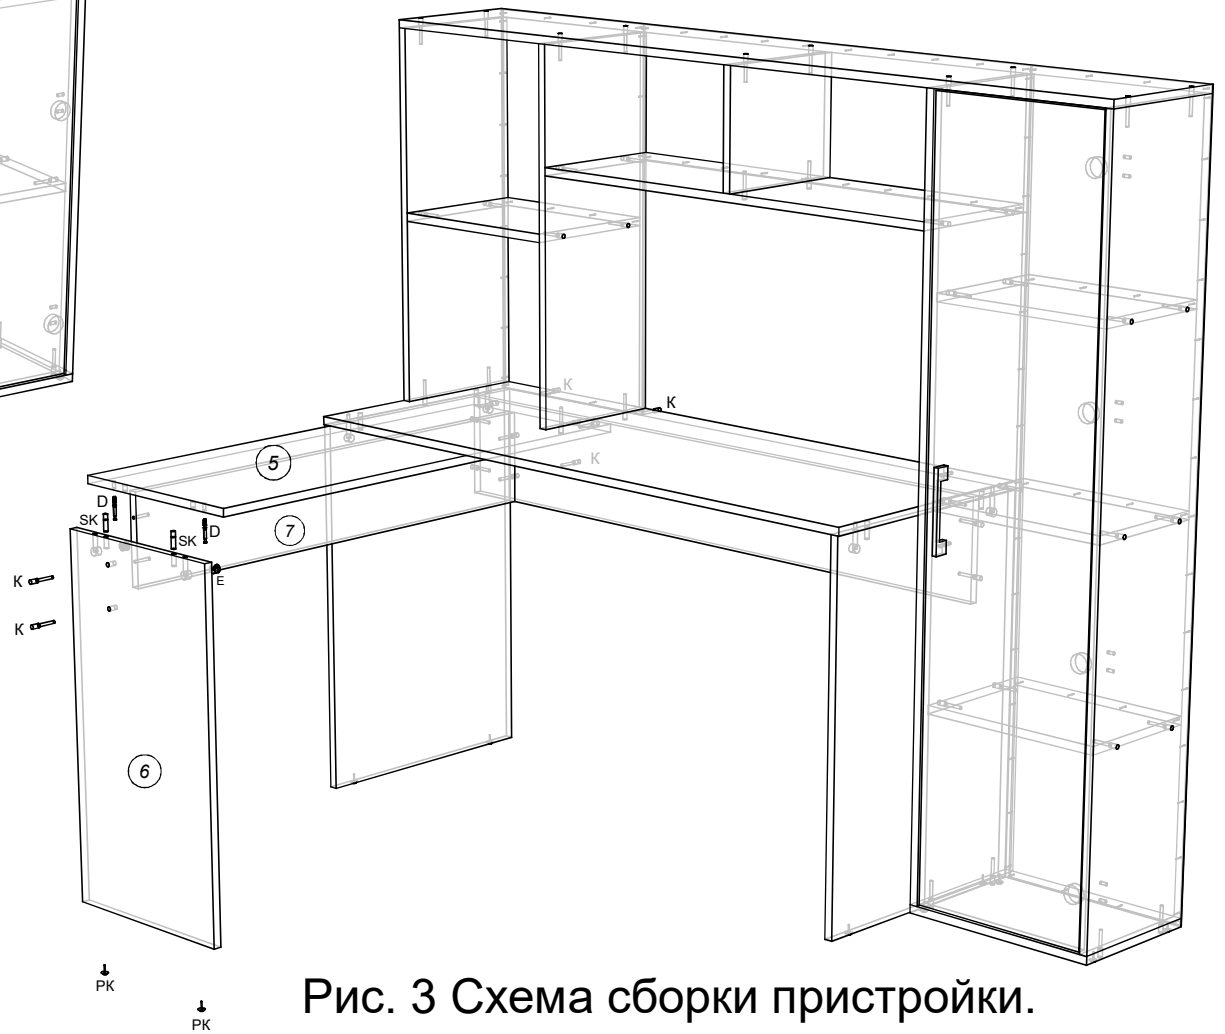

Рис. 3 Схема сборки пристройки.
3. Собираем пристройку(поз.5.6 и 7) и крепим ее к ранее собранной конструкции как показано на рис. 3.